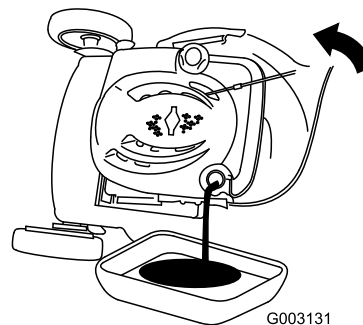

Figura 45
3. Ponga el cortacésped de lado (con el filtro de aire hacia arriba) para drenar el aceite usado a través del tubo de llenado de aceite (Figura 45).